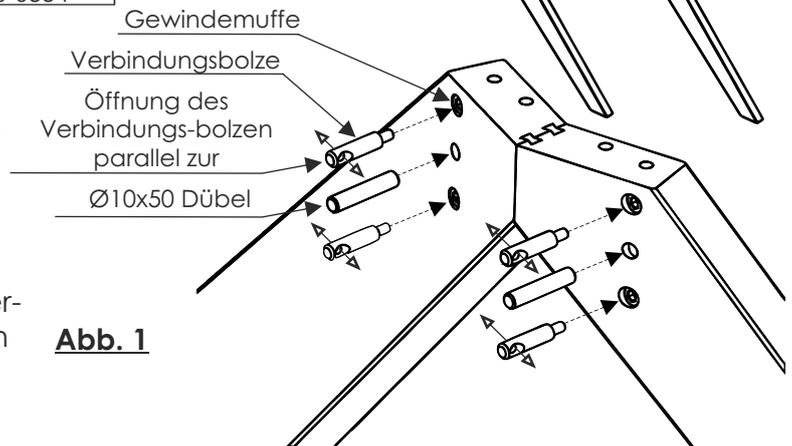

Abb. 1
2. Drehen Sie in beide Fussgestelle die Verbindungsbolzen ein. Die Bolzen werden in die Gewindemuffen des oberen, mittleren Bereichs des Stollens eingeschraubt. Achten Sie darauf, dass die Öffnung der Bolzen parallel zur Gestell-Oberkante gerichtet ist. Drücken Sie zudem in jedes Gestell zwei Ø10x50mm Dübel ein. (Abb. 1)